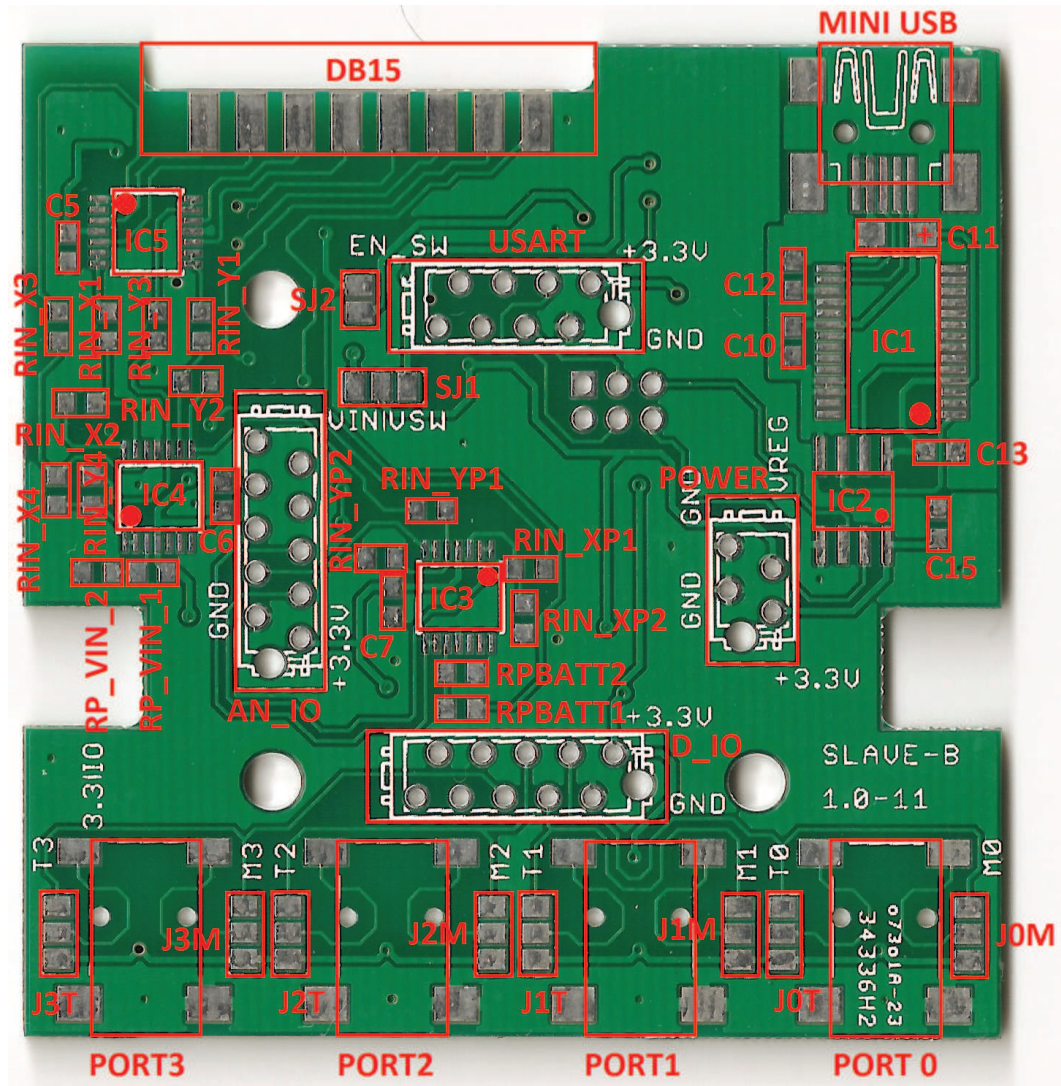

Figura 4.1: Lato A
- Partire dalla realizzazione dello stadio analogico del lato A (Figura 4.1)
In Figura 4.1 si può vedere la disposizione dei componenti sul lato A. Nella Sezione 4.1.1 seguente si raccolgono i riferimenti per il montaggio.
Per i riferimenti del montaggio vedere la Figura 4.1.